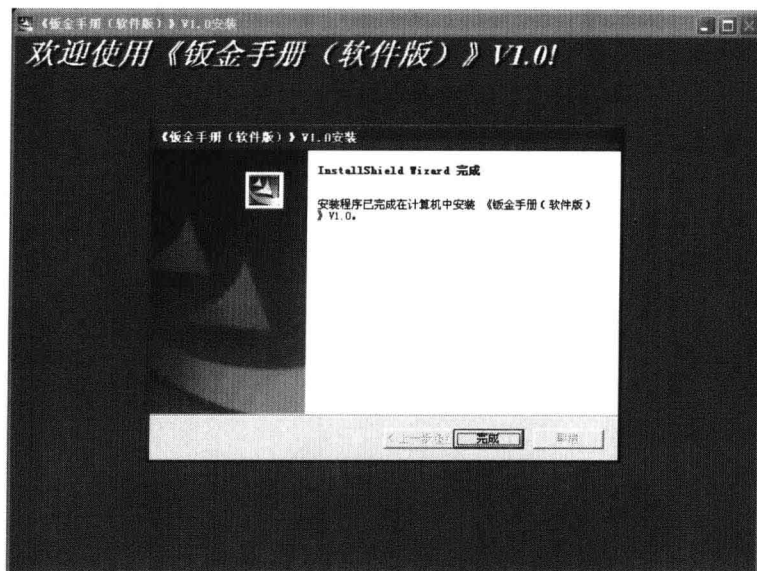

图 1.11 安装程序的结束界面
(10) 最后，屏幕上出现如图 1.11 所示的安装程序的结束界面。单击“完成”按钮，完成整个安装过程。